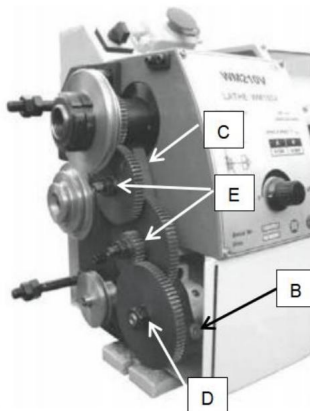

Abb. 19
3. Lösen Sie die Feststellschraube (B, Abb. 19) am Quadranten.
4. Schwenken Sie den Quadranten (C, Abb. 19) nach rechts.
5. Schrauben Sie die Mutter (D, Abb. 29) von der Leitspindel oder den Muttern (E, Abb. 19) ab.